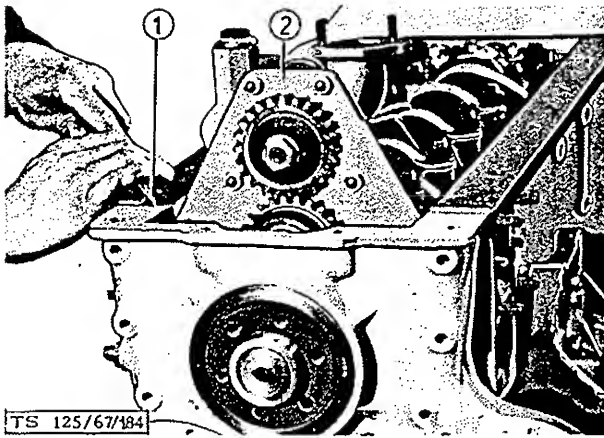

BILD 44: Entfernen der Dichtung
9. Eventuell vorstehende Dichtungen an der Paßfläche für die Ölwanne entfernen (Bild 44). Ölwanne mit Dichtung dazwischen anflanschen.